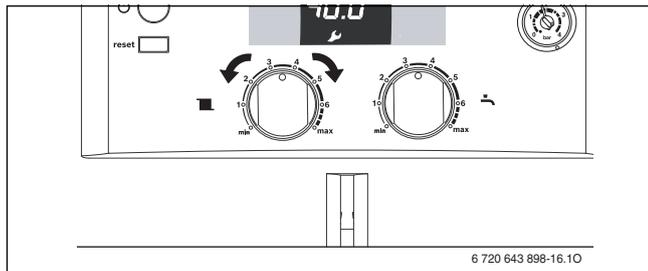

Рис. 32
- ▶ Отвернуть уплотнительный винт измерительного штуцера давления перед форсунками (1) (→ стр. 23) и подсоединить U-образный манометр.
- ▶ Установить регулятор температуры горячей воды в среднее положение (→ рис. 32).